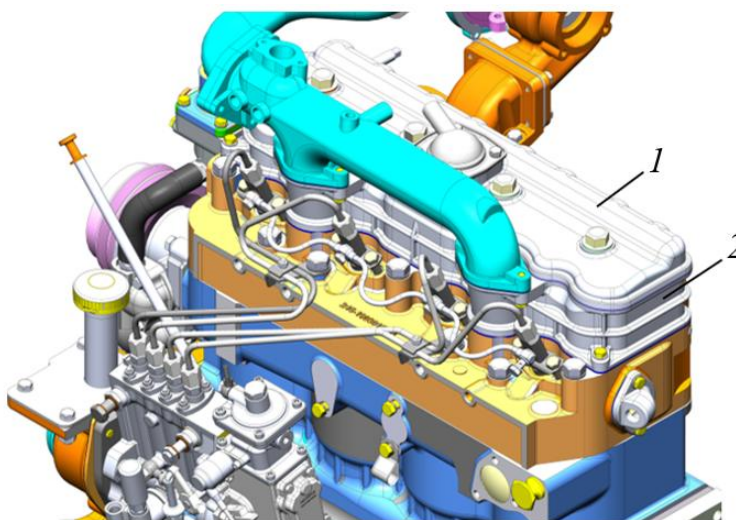

Рисунок 5.31. Двигатель Д-245С
- ▶ Открутить болтовые соединения на колпаке крышки головки цилиндров и по её периметру (см. рис. 5.31).
- ▶ Установить крышку головки цилиндров 2 с колпаком 1, используя штатный крепеж, рис. 5.31.
- ▶ Снять колпак 1 крышки головки цилиндров, рис. 5.31;